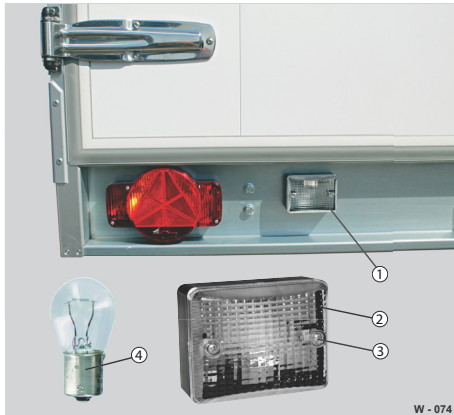

Abb. 76 Rückfahrscheinwerfer, separat
- Verschraubung (Abb. 76/3) lösen.
- Abdeckglas (Abb. 76/2) vom Gehäuse abnehmen.
- Lampe (Abb. 76/4) entnehmen.